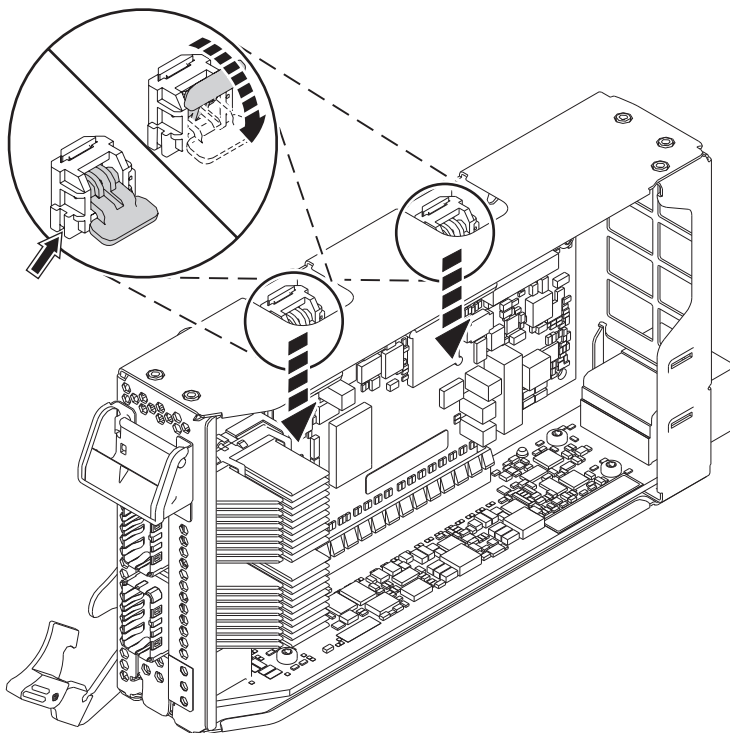

Figure 7. Verrouillage des cliquets de la cassette
- d. Faites tourner les cliquets de la cassette situés sur le bord supérieur de la cassette pour bloquer la carte. Voir figure 7.